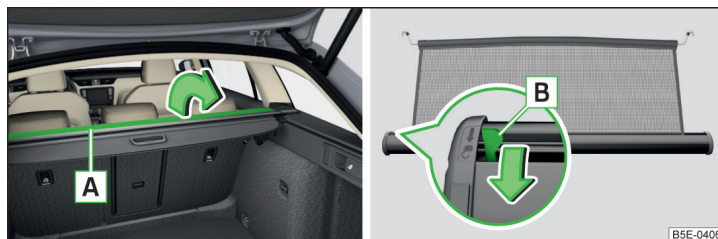

Fig. 123 Abrir la parte de la cubierta enrollable del maletero / Palanca para desbloqueo
► Abra la parte [A] de la cubierta enrollable del maletero en el sentido de la flecha » fig. 123.
- Replegar la parte **[A]** de la cubierta enrollable del maletero en el sentido contrario al de la flecha » **fig. 123**.
- Abra la parte **[A]** de la cubierta enrollable del maletero en el sentido de la flecha » **fig. 123**.
Si la red de separación se bloquea al extraerla, presionar la palanca de desbloqueo **[B]** en el sentido de la flecha » **fig. 123**.